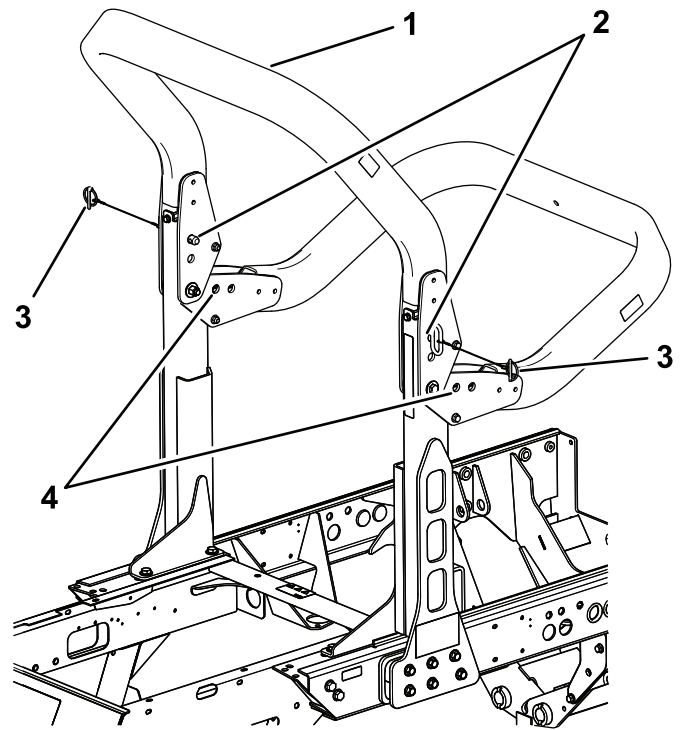

Bild 62
2. Stützen Sie das Gewicht des oberen Rahmens ab, während Sie die Rastzungen und Lastösenbolzen von den Schwenkhalterung abnehmen (**Bild 62**).